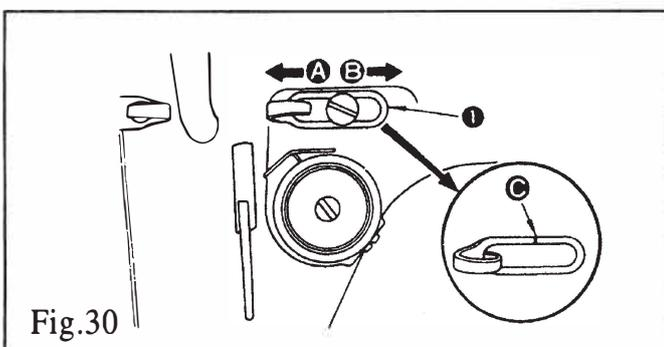

Fig.30
25. AJUSTE DEL MUELLE TIRAHILOS (FIG.30)